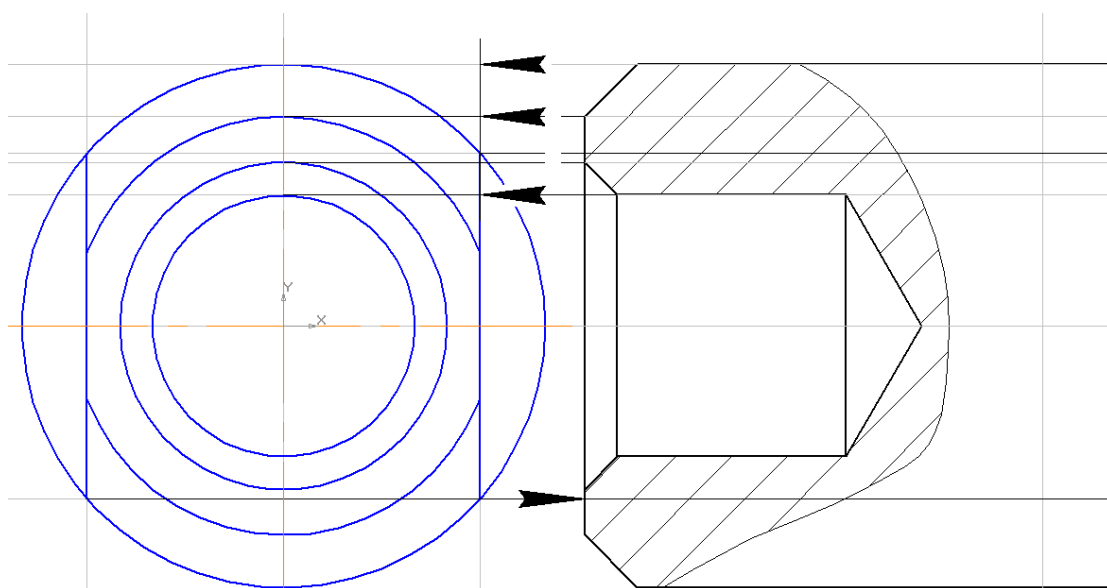

Рис. 13
8. Для выполнения вида слева нажмите кнопку **Создать новый вид**  с параметрами: масштаб М1:1, базовая точка (42, 234). В проекционной связи постройте вид слева, рис. 13.